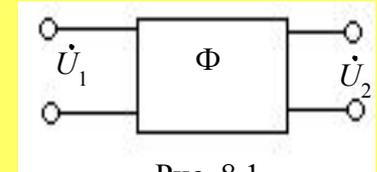

Рис. 8.1
- Обычно фильтр – это четырехполюсник (рис. 8.1.).